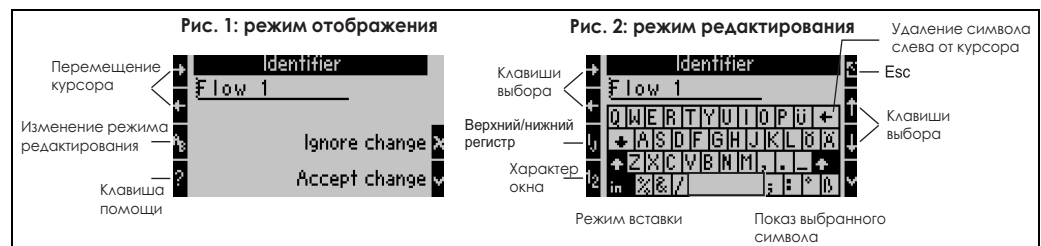

Рис. 19: Пример: редактирование с помощью "Palm" клавиатуры
- Используя клавиши курсора разместите курсор впереди символа, перед которым следует ввести другой символ. Если введенный текст следует удалить или переписать, переместите курсор в крайнее правое положение. (→ Рис. 19, пример 1).
- Используя клавиши ij/IJ и 1/2 выберите верхний/нижний регистр или числа (→ Рис. 19, пример 2).
- Используя клавиши со стрелками выберите нужный символ и подтвердите выбор клавишей с птичкой. Если вы хотите удалить текст выберите клавишу в верхнем правом углу. (→ Рис. 19, пример 2).
- Если после редактирования текста необходимо вернуться в режим отображения, используйте клавишу "Esc" и подтвердите свои изменения клавишей с "птичкой". (→ Рис. 19, пример 1).
- Курсор текста не может перемещаться в режиме редактирования (→ Рис. 19, пример 2)! Для возврата в предыдущее окно (→ Рис. 19, Пример 1) и выбора нужной позиции для изменяемого символа используйте клавишу "Esc". Подтвердите снова клавишей АВ.